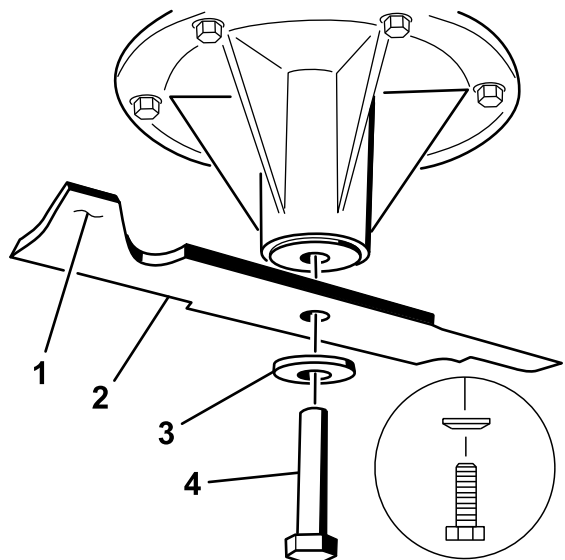

Figure 75
2. Enlevez de l'axe, le boulon, la rondelle bombée et la lame (Figure 75).
3. Si la lame est déséquilibrée, limez un peu l'extrémité de l'ailette seulement (Figure 75).